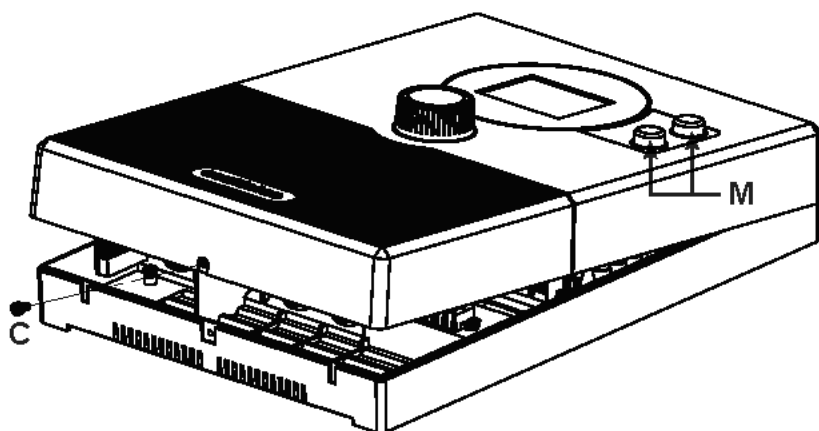

**Bild 2 Borttagning av locket**
2. Ta bort kapslingsskruven **C** med en skruvdragare och lyft upp locket från undersidan (se **Bild 2**).